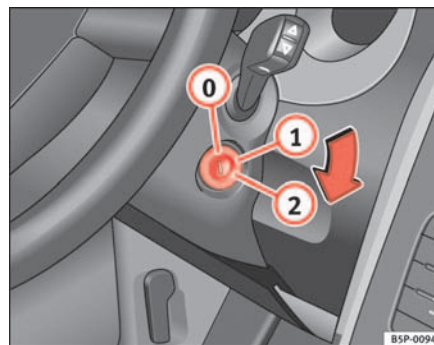

Abb. 92 Stellungen des Zündschlüssels
In dieser Stellung ⇒ Abb. 92 sind die Zündung und der Motor ausgeschaltet und die Lenkung kann gesperrt werden.
- Drehen Sie den Zündschlüssel in Stellung ⇒ Seite 133, Abb. 92 **1**. Beim Vorglühen des Motors leuchtet die Kontrollleuchte  auf.
- Drehen Sie den Zündschlüssel in Stellung ⇒ Seite 133, Abb. 92 .